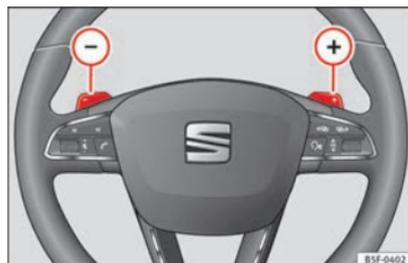

Fig. 189 Volante: leve per il cambio automatico.
- Premere il pulsante a slitta del cambio  per inserire una marcia superiore **»» fig. 189.**